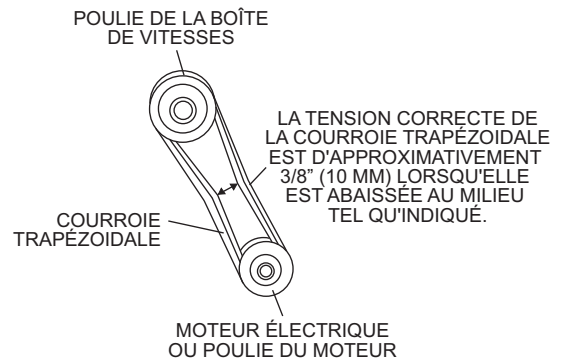

Figure 31. Ajustement de la courroie trapézoïdale
1. Pour ajuster les courroies trapézoïdales, enlevez le couvercle de la courroie trapézoïdale et desserrez les boulons principaux de montage du moteur (figure 31), puis levez le moteur électrique et resserrez les boulons. La tension de la courroie trapézoïdale devrait être ajustée pour que la déflexion maximale soit d'environ 3/8 pouce (10 mm).